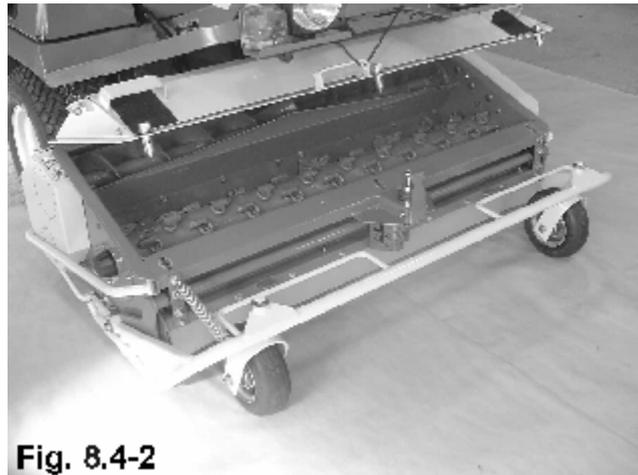

Fig. 8.4-2
- Einhängen der Haube in Halteschleufe (Fig. 8.4-2).